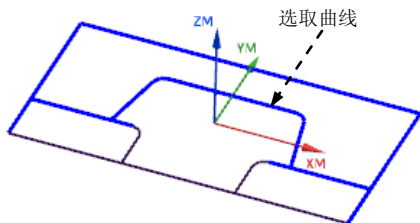
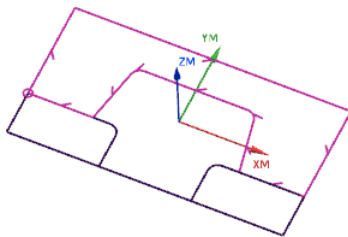

图 16.30 选择曲线
图 16.31 边界 1
Step3. 创建边界 1。按顺序依次选取图 16.30 所示的曲线, 单击 **创建下一个边界** 按钮, 创建的边界如图 16.31 所示。